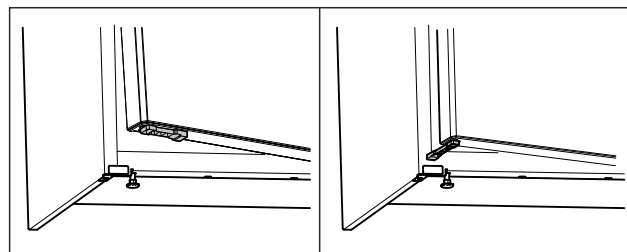

Fig. 70 *
- ▶ Obrócić ogranicznik otwierania drzwi o 90°. (patrz Fig. 70) *